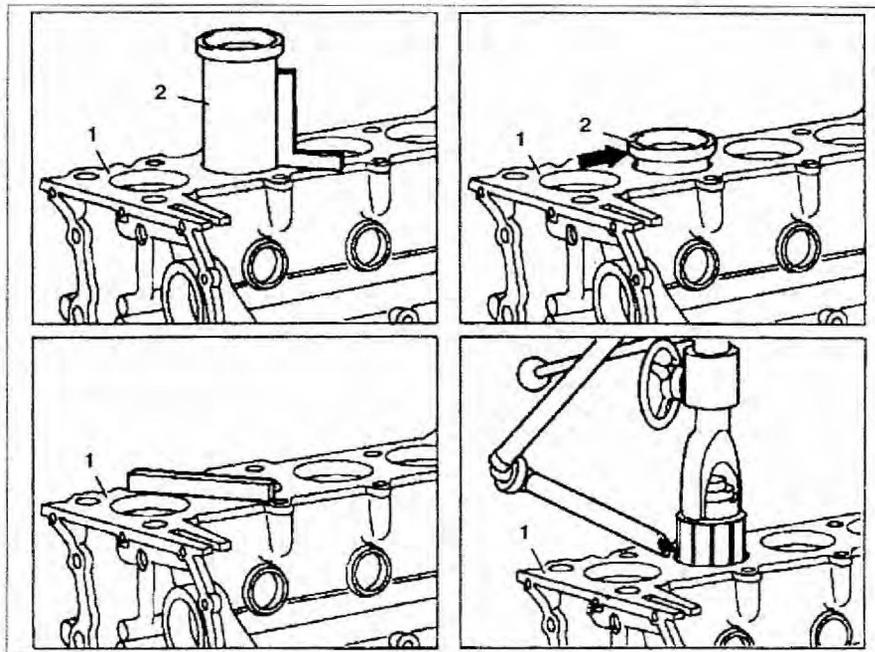

Рис. 2.48. Установка гильзы:
5. Установите новую гильзу **2** в отверстие под необходимым углом (рис. 2.48).